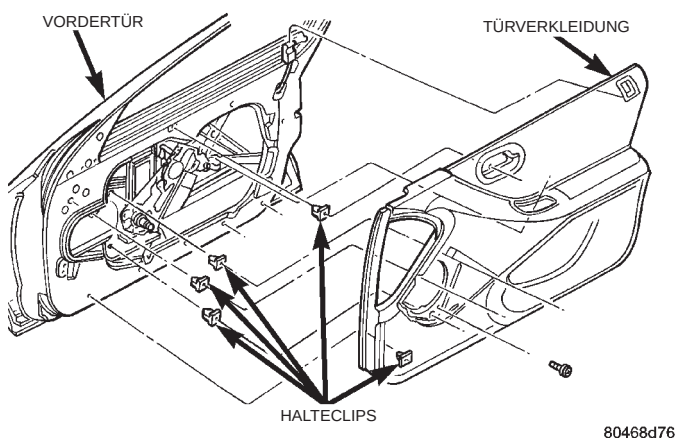

Abb. 23 Halteclips der Türverkleidung
- (4) Halteclips lösen, mit denen die Türverkleidung am Türumfang befestigt ist (Abb. 23).
- (5) Verkleidung nach oben anheben und aus der oberen Führung aushängen.
- (6) Verkleidung von der Tür wegklappen.
- (7) Halteclip lösen, mit dem das Verbindungsge-